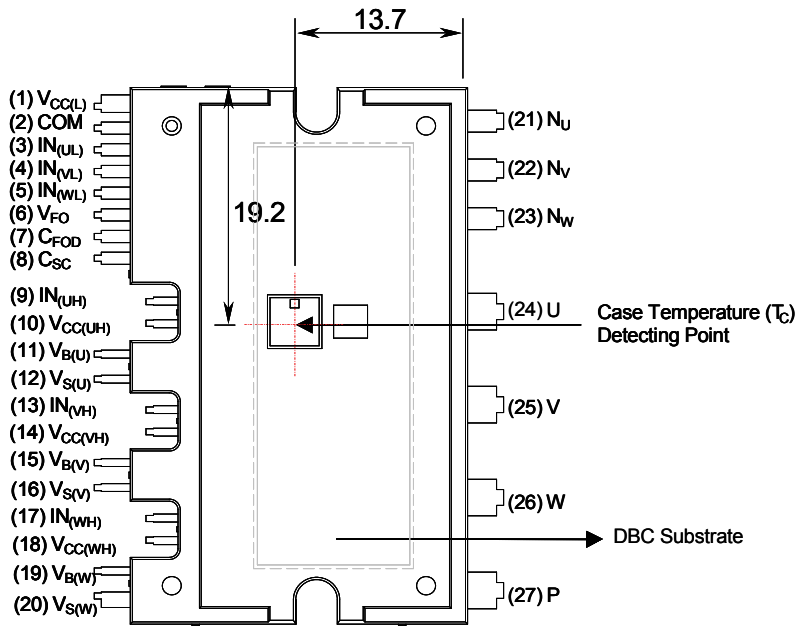

图 2. 俯视图
2. 关于壳体温度 ( $T_C$ ) 的测量点, 请参见图 2。